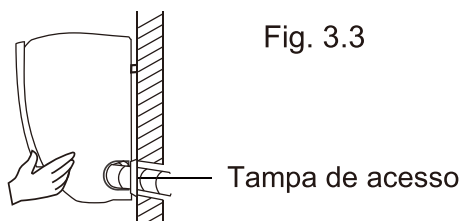

Fig. 3.3
2. Se o furo da parede estiver atrás da unidade, mantenha a tampa de acesso no seu sítio. Se o furo estiver ao lado da unidade interior, retire a tampa de acesso do lado correspondente da unidade. (Consulte a **Fig. 3.3**). Desta forma, irá criar um espaço a partir do qual o tubo sairá da unidade. Utilize alicates de ponta fina se a tampa de acesso for difícil de retirar à mão.